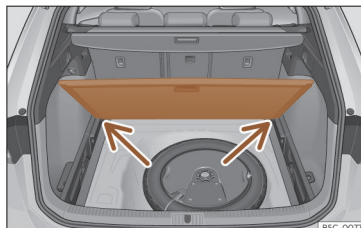

Fig. 124 Piso variável da bagageira: posição inclinada.
- Apoie o piso sobre os alojamentos previstos para o efeito»» **Fig. 124** (setas).